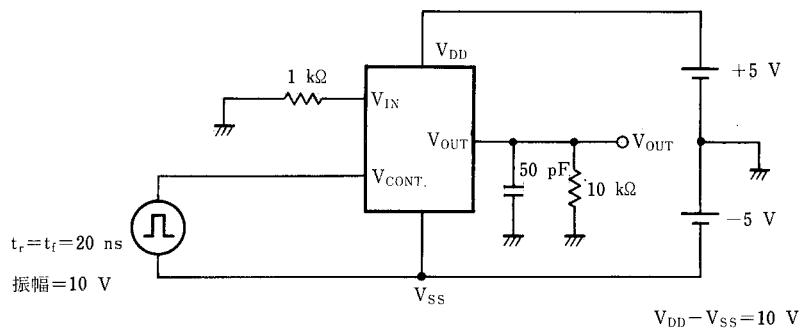

図16 切換えノイズ測定回路
(2)(3)のメカニズムによる切換えノイズは図16のような回路で測定した結果 $V_{NOISE} = 200 \text{ mV TYP.}$ が代表的な分布例です。